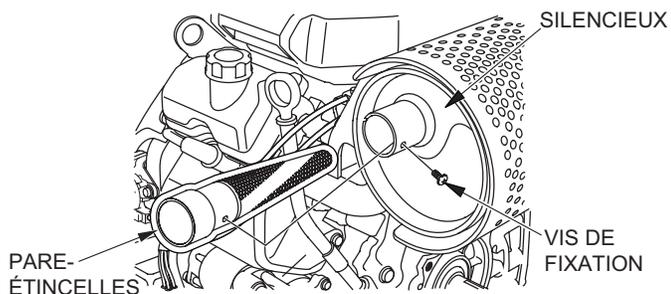

Figure 43. Démontage du pare-étincelles
1. Retirer la vis de fixation (Figure 43) qui fixe le pare-étincelles au silencieux, puis retirer le pare-étincelles.